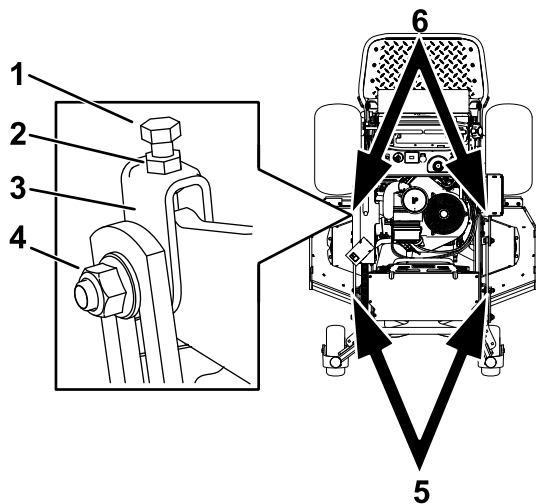

Bild 97
1. Lockern Sie die Klemmmutter und die seitliche Schraube in den Jochs, die Sie einstellen möchten (Bild 97).
2. Drehen Sie die obere Schraube der Jochs, um die Höhe des Mähwerks einzustellen (Bild 97).
5. Sollte die Einstellung nicht richtig sein, ermitteln Sie die zwei vorderen Jochs an der Maschine (Bild 97).